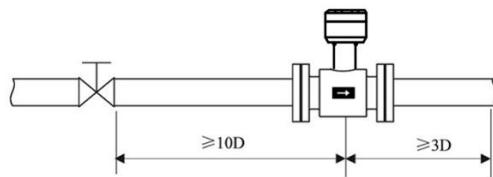
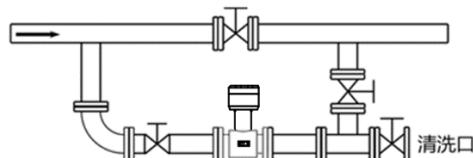
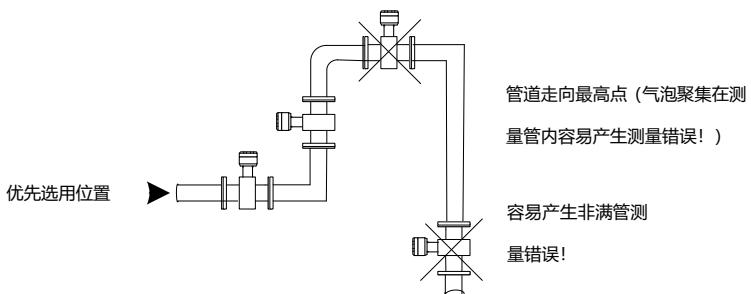

图 8 阀门位于传感器上游的安装
图 9
图 10
**(1) 位置**
**(2) 避免磁场干扰**
**(3) 直管段长度**
- 为确保流量计的测量精度，建议应保证传感器上游直管段长度至少应为 5 倍管径(5D)，下游直管段长度至少应为 3 倍管径(3D)。(参见图 8、图 9)
**(4) 维修空间**
**(5) 对工艺上不允许流量中断的管道**
- 在安装电磁流量计时应加设旁路通管和清洗口，如图 10 所示，这种装置可在流量计退出使用的情况下，保证设备系统连续工作。
下图 10 为电磁流量计安装时的优先选用位置。